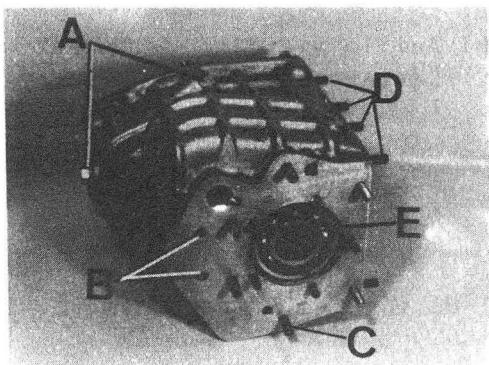

Fig. C1-113 Desmontaje cárter caja de velocidades
- 1.2. Desmontar los tapones de llenado y vaciado de aceite de la caja de velocidades (Fig. C1-113).
- 1.3. Desmontar la pista exterior del rodamiento trasero del eje intermediario, botándola a través de los orificios, B (Fig. C1-113) que dispone el cárter.
- 1.4. Desmontar los espárragos delanteros y traseros, C (Fig. C1-113) de unión de cárteres y las fijas de alineación, así como los espárragos, D, de fijación de la tapa porta-horquillas.
- 2.1. Montar los espárragos delanteros y traseros, C (Fig. C1-113) de fijación cárteres y los, D, de fijación de la tapa porta-horquillas selectoras.
- 2.3. Montar los tapones, A (Fig. C1-113) de llenado y vaciado de la caja de velocidades.